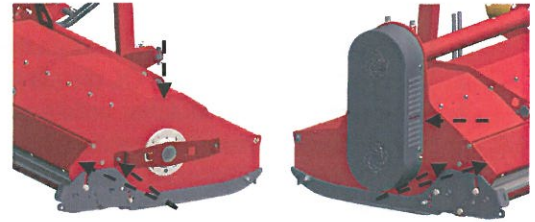

Bild 21: Schmieren
- Nach jeder Arbeit reinigen Sie die Maschine, schmieren die Lager am Rotor über die Öler auf dem Gehäuse (Bild 21).
- Schmieren Sie die Stützwalze über die Öler auf dem Gehäuse (Bild 21).